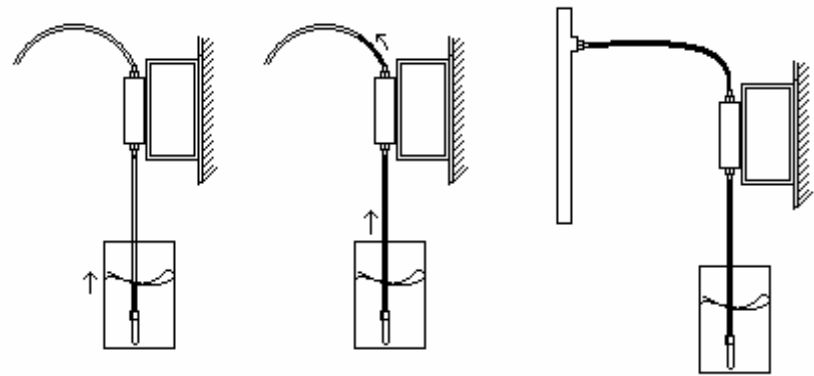

Fig 04
9. **IMPORTANTE:** Antes de ligar a mangueira na válvula de injeção, deixe-a funcionar até que comece dosar o produto, para que todo ar da bomba possa sair fig. 04.